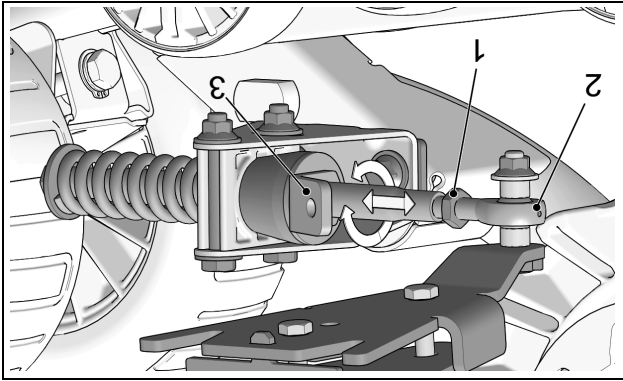

Figure 6
- Desserer le contre-écrou (1) de l'embout à rotule. Ajuster la longueur de l'embout (2) en tournant le support de limiteur de conduite (3) au bras stabilisateur à l'aide d'une clé 30 mm [1 3/16 po] jusqu'à ce que la bulle du niveau soit parfaitement centrée. Voir la Figure 6.
- NOTE :** Aux systèmes avant, la partie pliée du support de limiteur de conduite (3) doit être positionnée vers l'intérieur du véhicule.